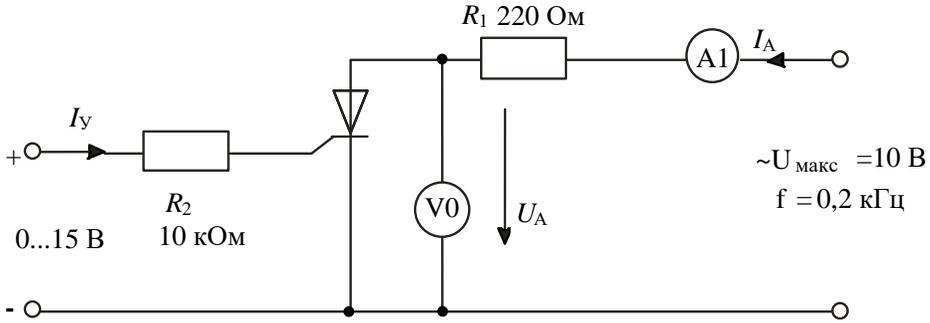

Рисунок 10 – Схема для снятия вольтамперной характеристики тиристора
3.5. Соберите цепь (рис. 10) для снятия вольтамперной характеристики  $I_A(U_{AK})$  тиристора с помощью осциллографа (виртуального или электронного). Установите максимальную амплитуду синусоидального напряжения и максимальное значение постоянного напряжения 15 В.